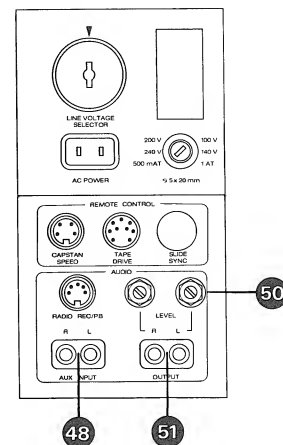

Fig. 9.8.
- NF-Millivoltmeter an Ausgang OUTPUT (51) (Fig. 9.8.) anschliessen (Regler LEVEL (50) voll geöffnet).
- NF-Generator an Anschluss AUX INPUT (48) parallel anschliessen. Generatorpegel bei 1000 Hz so einstellen, dass das NF-Millivoltmeter eine Spannung von 0,775 V anzeigt. Für diese Spannung wird ein Eingangspegel von ca. 20 mV benötigt.
- Connect audio millivoltmeter to OUTPUT (51) (fig.9.8.) and turn LEVEL control (50) to its clockwise end position.
- Connect audio generator in parallel to INPUT (48). Select 1000 Hz and adjust generator level to obtain a reading of 0.775 V on the audio millivoltmeter. The input level required for this measurement will be 20 mV approximately.
- Raccordez un millivoltmètre BF à la sortie OUTPUT (51) (fig. 9.8.). Ouvrez les potentiomètres LEVEL (50) au maximum.
- Raccordez parallèlement aux entrées AUX INPUT (48) un générateur BF. Réglez la fréquence sur 1000 Hz et le niveau de façon à obtenir 0,775 V au voltmètre. Ce niveau sera d'environ 20 mV.